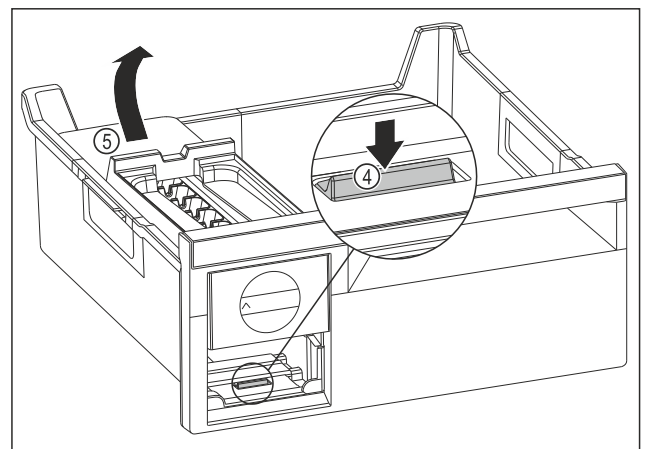

Fig. 77
- ▶ EasyTwist-Ice-Korpus entnehmen: Lasche Fig. 77 (4) mit Finger nach unten drücken und gleichzeitig mit der anderen Hand den EasyTwist-Ice-Korpus Fig. 77 (5) von hinten anheben.